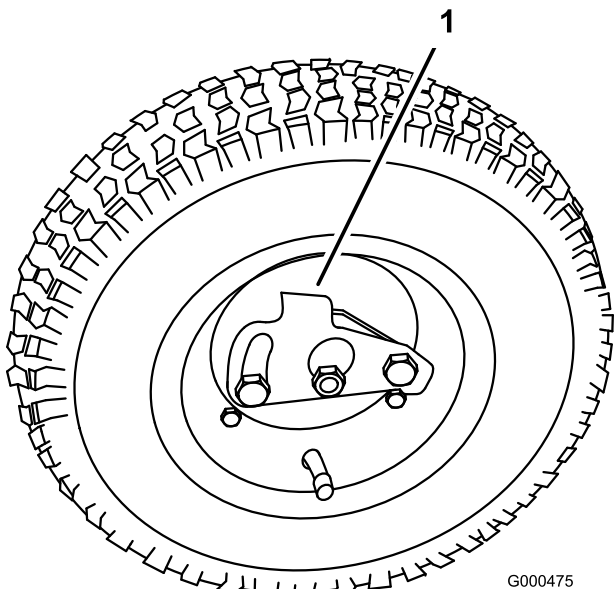

Figure 8
- Faites pivoter le clip de verrouillage vers le centre de la roue et faites coulisser la roue sur l'arbre hexagonal (Figure 8).